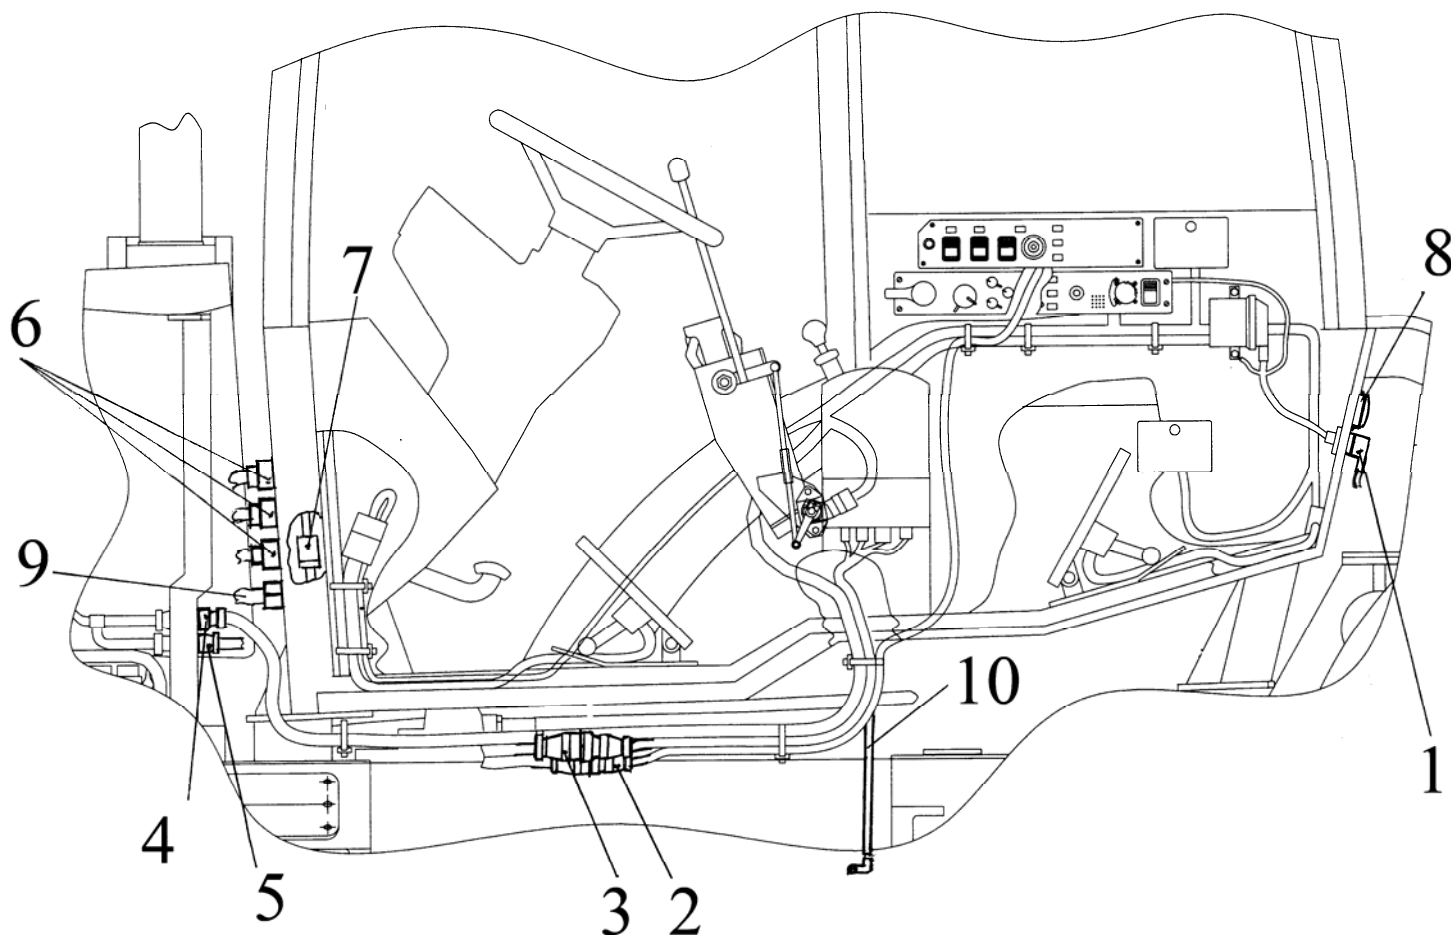

Рис.7.2 Демонтаж кабины.
1.1) отсоедините разъем жгута управления задним навесным устройством (1), (рисунок 7.2);
1.2) рассоедините разъем жгута управления приводом ПВМ, БД (2), (рисунок 7.2);
1.3) рассоедините разъем жгута управления переключением передач (3), (рисунок 7.2);
1.4) рассоедините, разъемы жгутов управления двигателем (4), (рисунок 7.2), и контроля его параметров (5);
1.5) рассоедините, разъемы электрооборудования трансмиссии и двигателя (6), (рисунок 7.2), колодку кондиционера, омывателя (7), разъем розетки прицепа (8);
1.9) отсоедините жгут по кабине (3), (рисунок 7.2), электронной системы управления передним навесным устройством, от жгута (2) по трансмиссии, путём разъединения электрического разъёма под кабиной трактора;